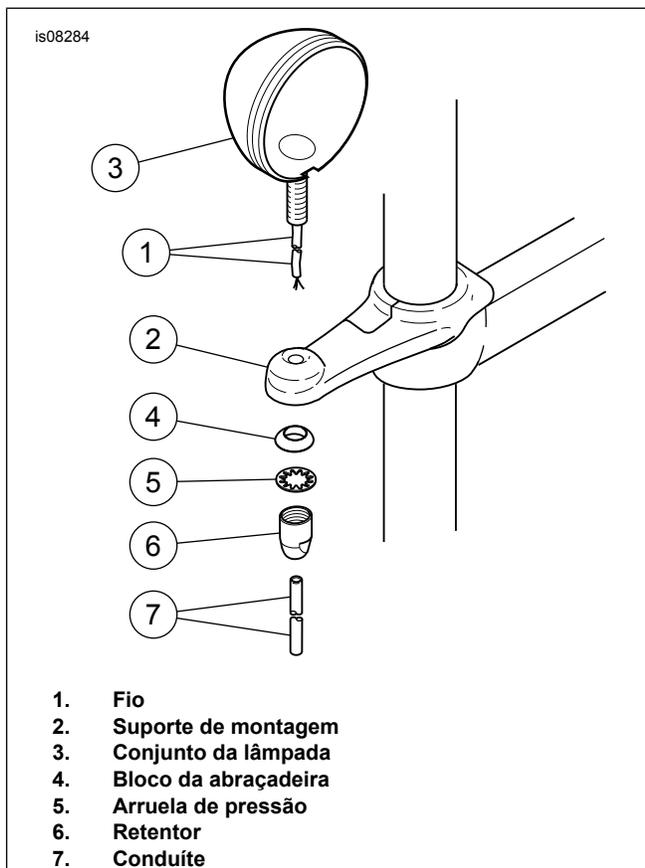

Figura 2. Instalação das lâmpadas (lado direito exibido)
5. Veja Figura 2. Oriente o fio da lâmpada (1) através do furo no suporte de montagem (2) e fixe a lâmpada (3) no suporte usando um bloco da abraçadeira (4), a arruela de pressão (5) e o retentor (6) do kit. Aperte o retentor com torque de 22 a 24 N·m (16 a 18 lb·pé).